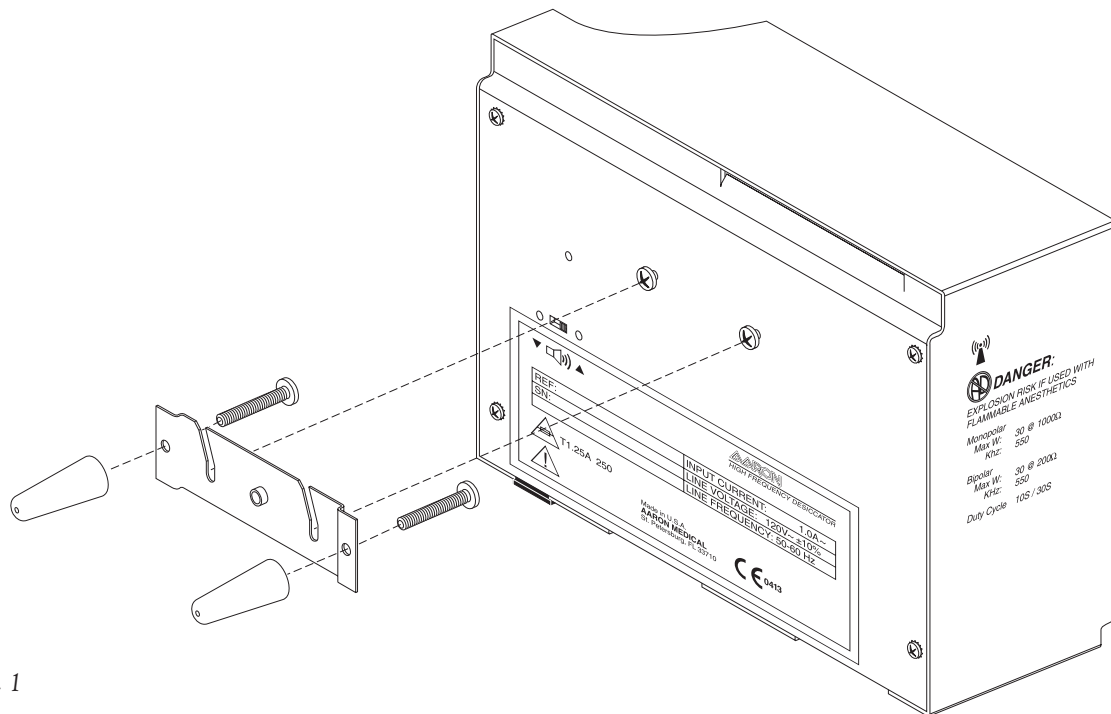

Figura 1
1. Monte el desecador de alta frecuencia Aaron en la pared o en el soporte móvil opcional, utilizando el kit de ensamblaje estándar (vea la figura 1). No manipule la unidad en la posición horizontal; de lo contrario se podrán derramar líquidos sobre ella.